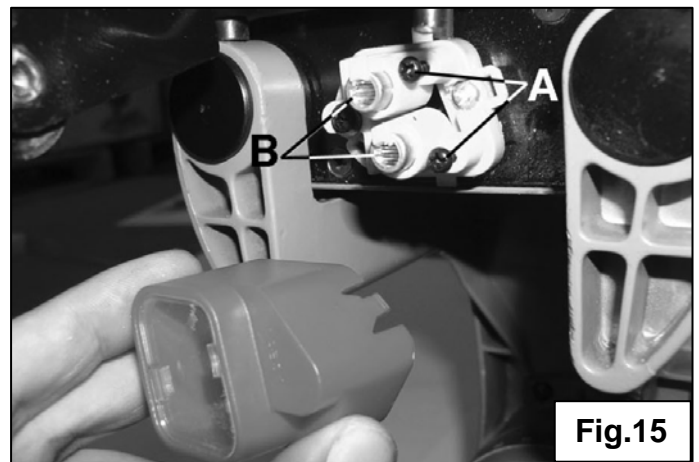

Fig.15
2. Allentate le due viti a croce **(A)** Fig.15 che si trovano a lato dei laser.